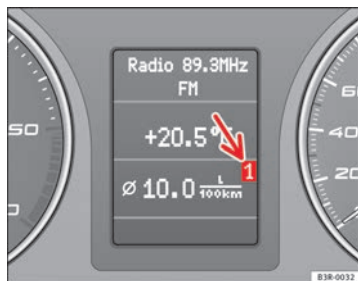

Fig. 59 Computer di bordo: Livello di carico merci 1
Il numero visualizzato sul display indica in quale memoria ci si trova ⇒ fig. 59. Se sul display appare **1** vengono visualizzati i dati del tragitto parziale. Se appare **2** vengono visualizzati i dati del tragitto complessivo.
- Premere brevemente più volte il tasto **Reset** **(B)** finché sul display non compare il computer di bordo (livello 1 o 2) ⇒ **pag. 89, fig. 59.**